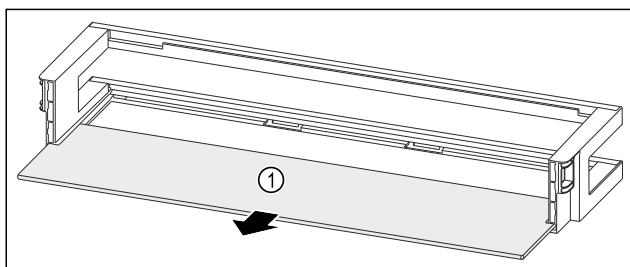

Fig. 96 Дверная полка со съемной полкой
- ▶ Извлеките съемную полку Fig. 96 (1).